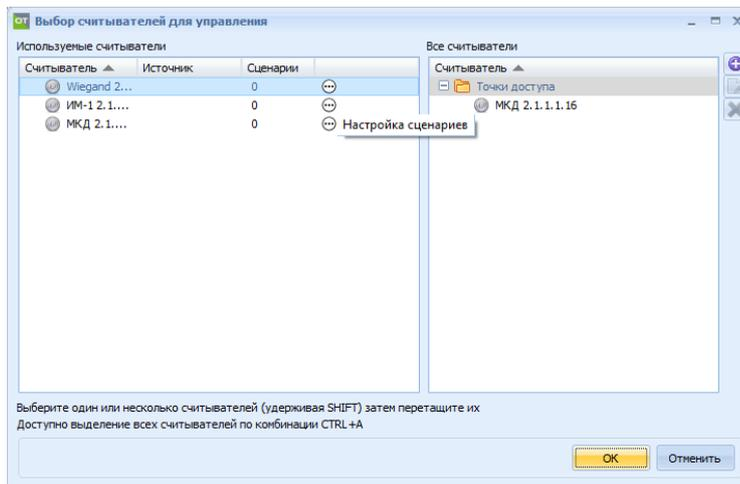

Рисунок 25.36 – Окно «Выбор считывателей для управления»
- 3) В открывшемся окне «Шаблон» заполнить следующие поля (рисунок 25.36):